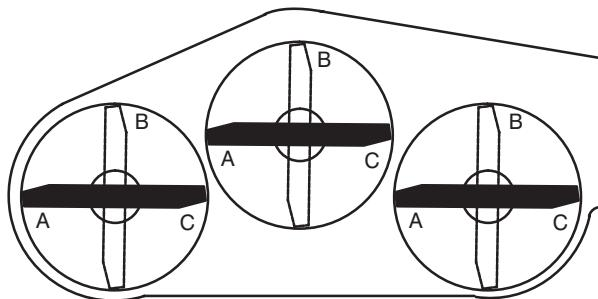

Bild 29
5. Stellen Sie alle drei Messer in die Stellung „A“ (Bild 29) und messen Sie von der ebenen Fläche bis zur Unterseite der Spitze jedes Messers (Bild 30).
6. Merken Sie sich den unter A erhaltenen Wert. Drehen Sie die Messer auf die Stellung „B“ (Bild 29), messen Sie den Abstand aller Messer zur ebenen Oberfläche und notieren Sie die Werte (Bild 30).
7. Drehen Sie die Messer auf die Stellung „C“ und messen und notieren Sie die Werte (Bild 29 und 30).